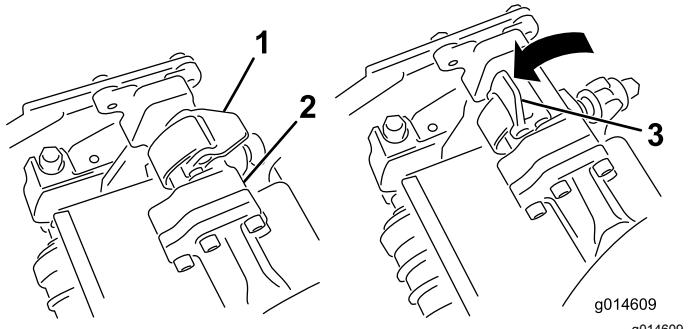
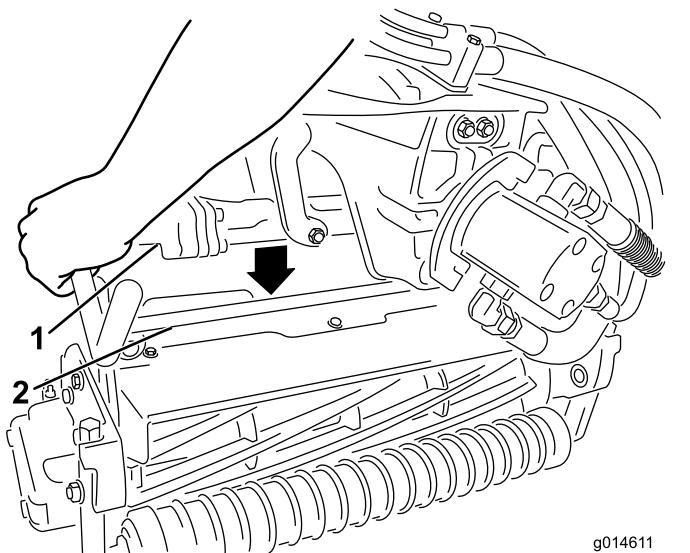

Figura 46
Figura 47
3. Com os fechos na barra do braço de suspensão a apontar para cima (i.e. abertos) (Figura 46), empurre o braço de suspensão para baixo de forma a que a barra passe pela barra através da parte superior da unidade de corte (Figura 47).
4. Feche os fechos para baixo e em redor da barra da unidade de corte e bloqueie-os no sítio (Figura 46).
4. Abra os fechos na barra do braço de suspensão da unidade de corte que está a remover (Figura 46).